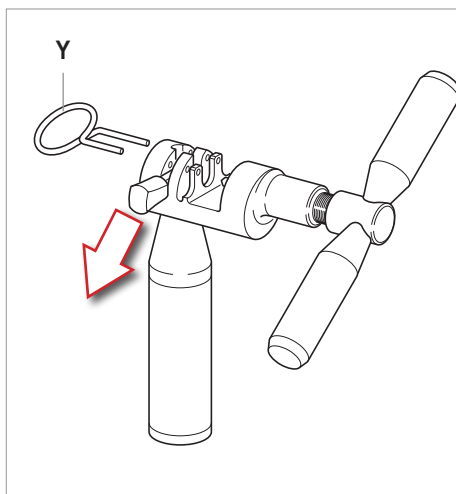

Abb.15
- Bereiten Sie das Werkzeug UT-CN400 vor, indem Sie die Stelllasche auf Verschießen stellen (Y - Abb. 15).